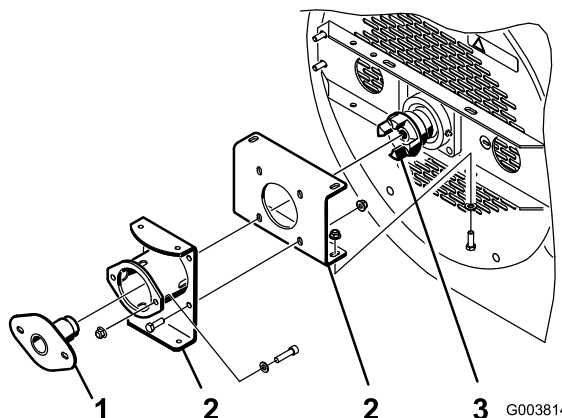

Figure 9
1. Montez les supports de fixation sur le carter du souffleur, mais ne serrez pas les boulons et les écrous à ce stade (Figure 9).
2. Insérez l'outil d'alignement de palier dans les supports de fixation et l'accouplement de ventilateur (Figure 9).